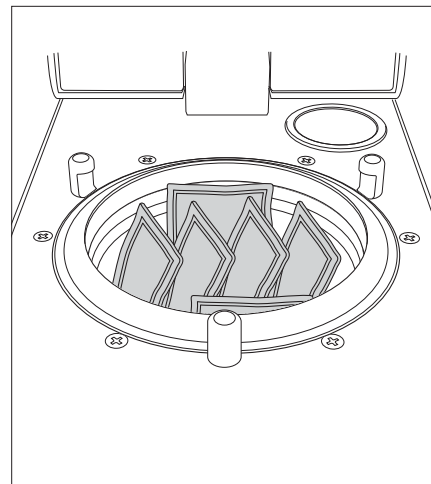

図 12
- 4) チャンバーのパッキンからはみ出さないようにしてください。(図 12)